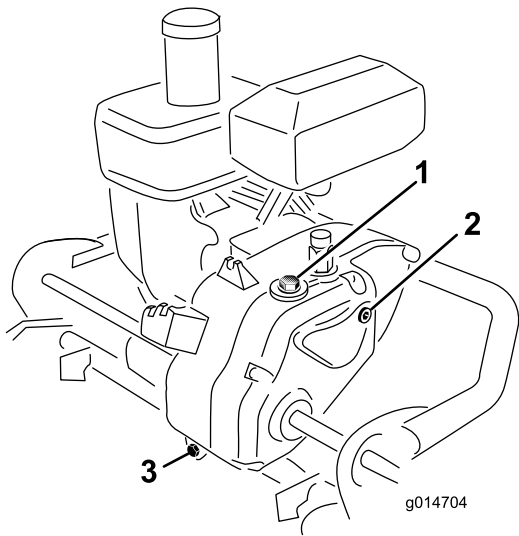

图34
2. 从变速箱后部取出排油塞（图34）。
3. 向下推动手柄，并向后翻转机器。从变速箱右侧取出检查塞（图34）。
6. 从变速箱顶部取出加油塞（图34）。不要拆下通气管。